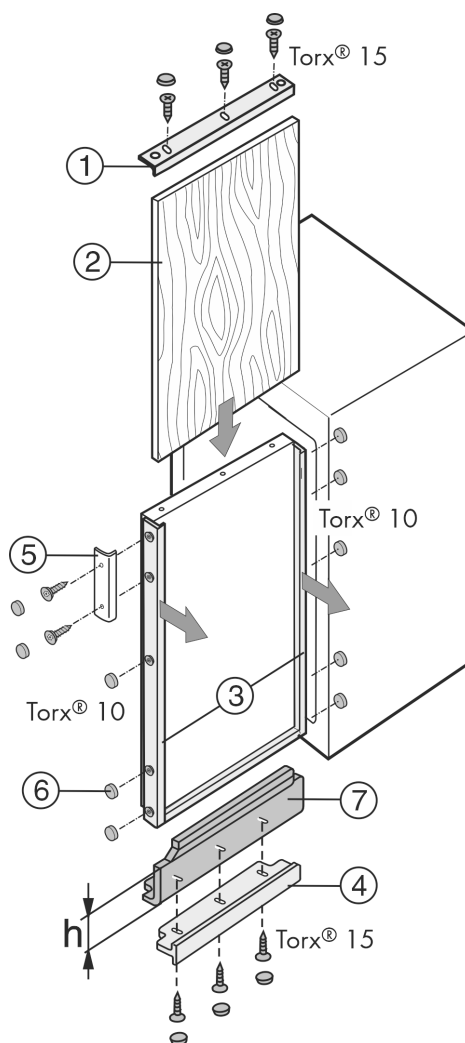

Fig. 43
- Avvitare senza serrare la parte inferiore della cornice decorativa (1) e spingerla in avanti.
- Avvitare senza serrare le parti laterali (2) della cornice decorativa e spingerle in avanti.
- Avvitare la maniglia (3) senza serrarla.
- Inserire il pannello decorativo (4) dall'alto.
- Posizionare la parte superiore (5) della cornice decorativa e avvitare senza serrare.
- Applicare i tappi di copertura (6) su tutte le teste delle viti.
Se è già presente un pannello decorativo, che però in altezza è troppo piccolo, è possibile adeguarlo con listelli di compensazione Fig. 43 (7) di altezze diverse.